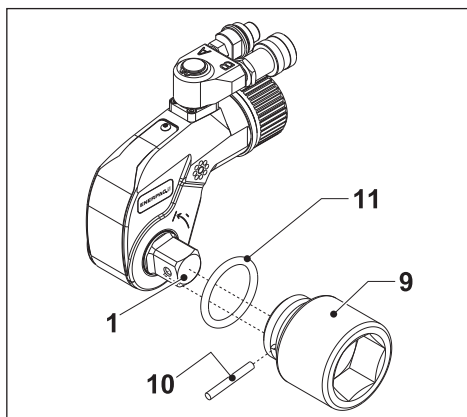
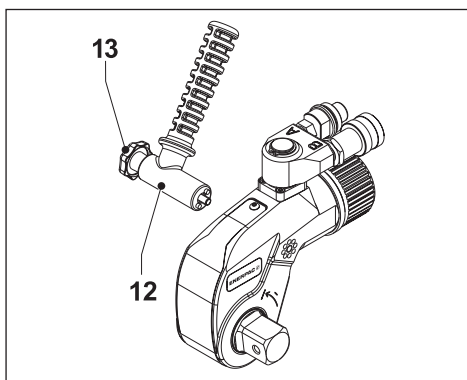
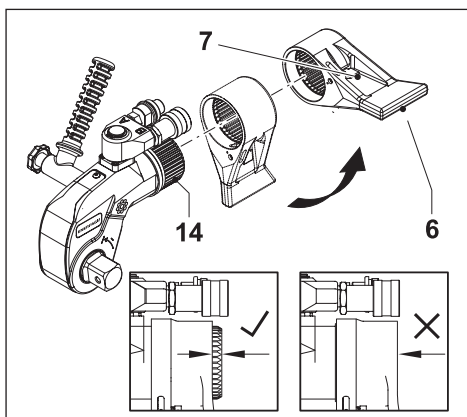

Рис. 4
Рис. 5
Рис. 6
- Для затяжки болтов установите хвостовик, как показано на рис. 4.
3.4.1 Установка шестигранной головки (рис. 4)
- Наденьте шестигранную головку (9) на хвостовик (1).
- Установите крепежный штифт (10) и уплотнительное кольцо (11).
3.4.2 Снятие шестигранной головки (рис. 4)
- Снимите уплотнительное кольцо (11) и удалите крепежный штифт (10).
- Снимите шестигранную головку (9) с хвостовика (1).
3.5 Присоединение установочной рукоятки (рис. 5)
- Закрепите установочную рукоятку (12) винтом с рифленой головкой или болтом с проушиной (13 - зависит от модели). Рукоятку можно установить с любой стороны гайковерта (в соответствии с потребностями).
3.6 Установка опорной рукоятки (рис. 6)